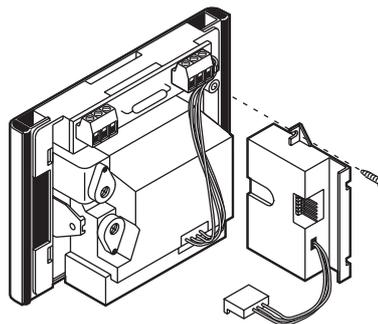

Fig. 1
1. Introduire le dispositif d'adaptation à côté du module unité de filmage et le fixer à l'aide de la vis destinée à cet effet (Fig. 1).